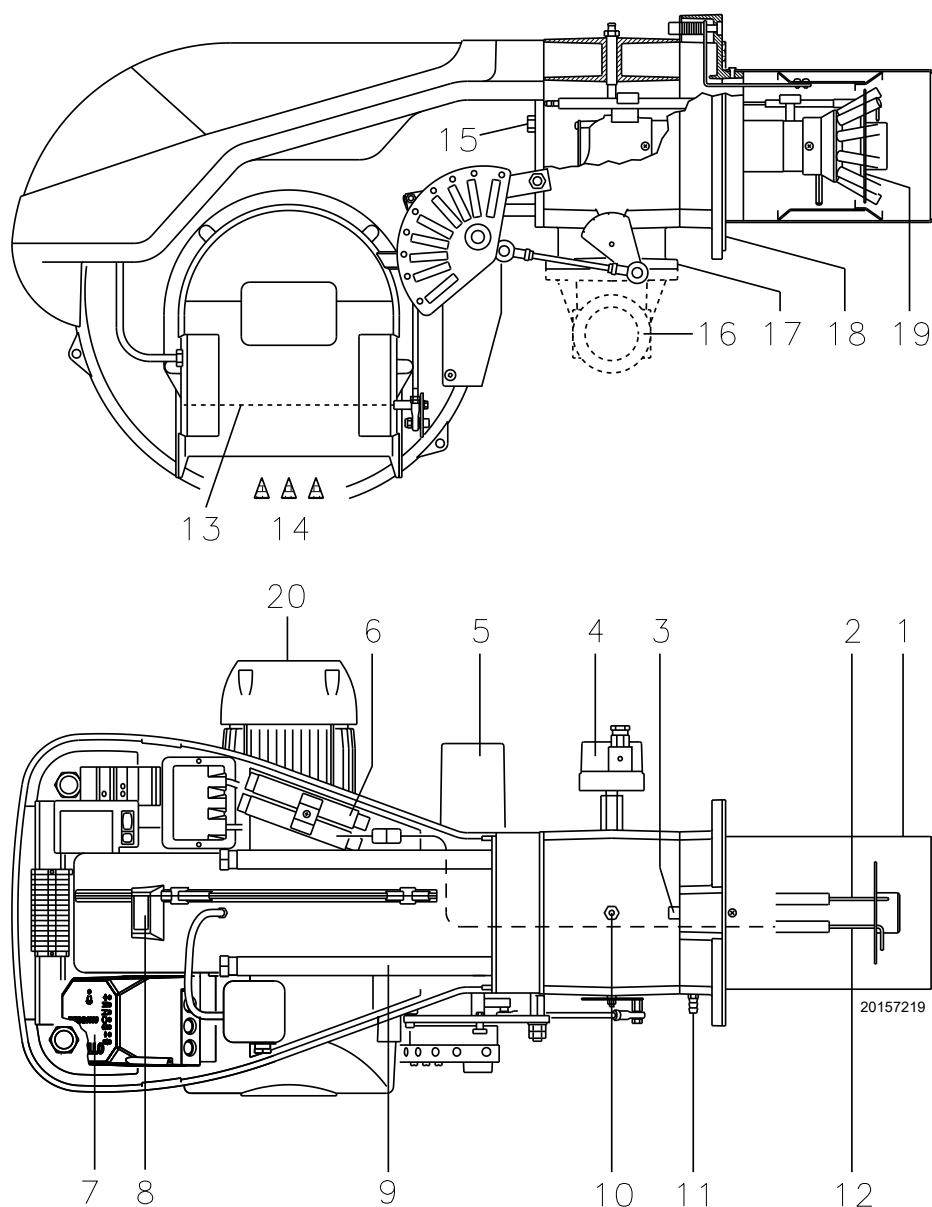

Fig. 4
⁽²⁾ Pressão no conector fêmea 7)(Fig. 4) com pressão zero em câmara de combustão, e à potência máxima do queimador.
- 6 Extensões para guias 9)(Fig. 4)
ao ficar aceso (**Led vermelho**) o botão do equipamento 7)(Fig. 4) indica que o queimador está bloqueado.